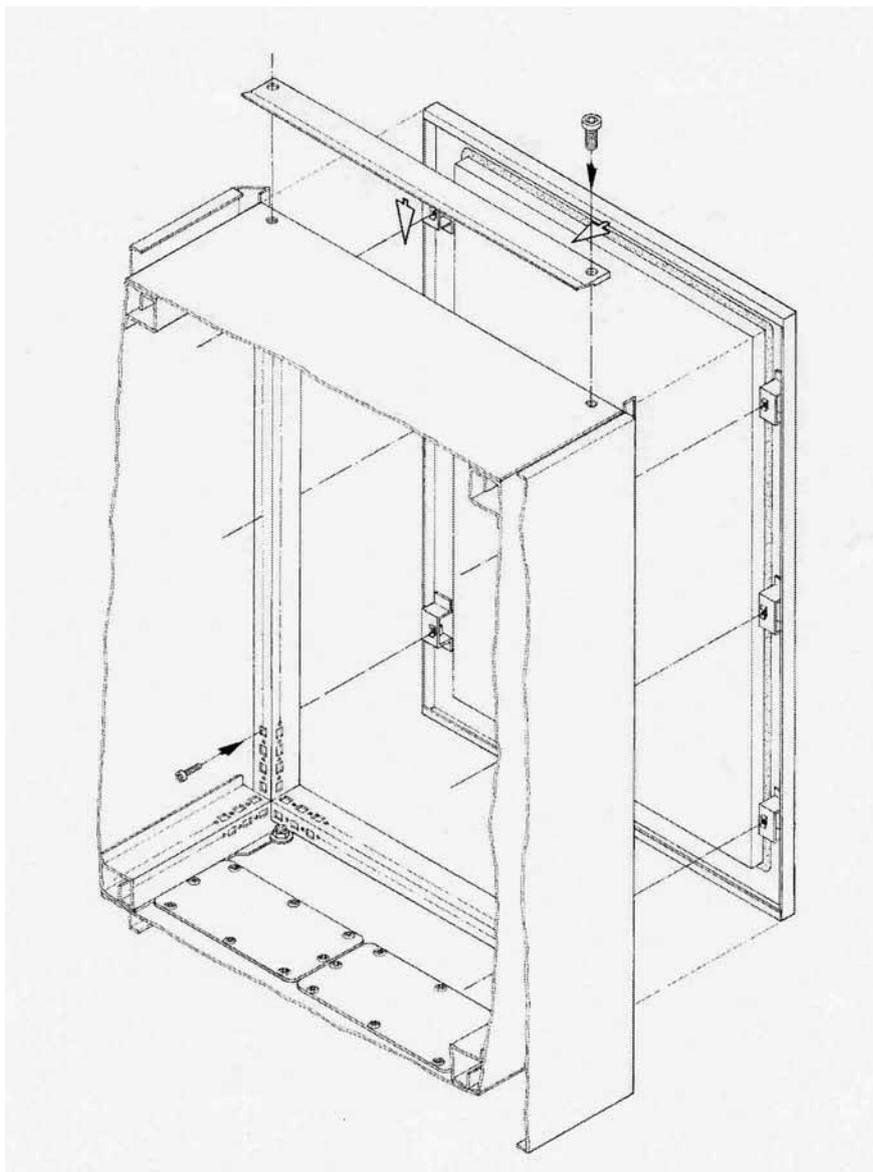

Рис. 14: Монтаж/демонтаж внутренней стенки задней стенки
- На задней стороне корпуса в том же положении расположены винты крепления боковой стенки. Для того чтобы отвернуть их, необходимо сначала снять заднюю стенку (см. рис. 14)
- В задних профилях шкафа находятся крепежные винты задней стенки (см. рис. 14)